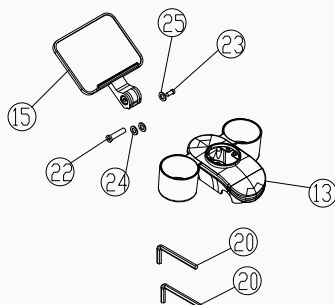

Figura 3
3. Alinee las placas de cubierta superior e inferior (pieza 13) con la ranura del soporte para teléfono (pieza 15), luego asegúrelas con tornillos de bloqueo M8×35 (pieza 23), tornillos de bloqueo M6×12 (pieza 24) y dos arandelas planas (Φ16×Φ8.5×1, pieza 25). Apriete todos los sujetadores con una llave hexagonal de 5 mm (pieza 21), como se muestra en la Figura 3.